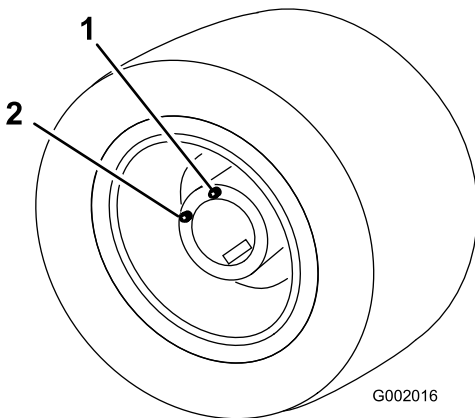

Bild 83
5. Bewegen Sie das Fahrzeug langsam, bis das Rad so positioniert ist, wie in Bild 83 abgebildet.